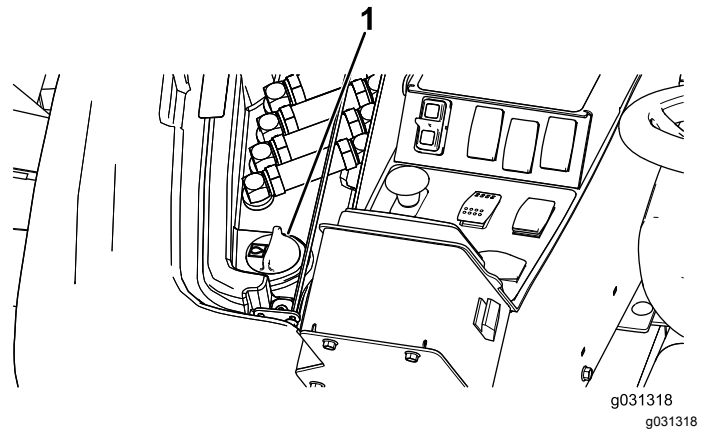

Bild 133
2. Heben Sie rechts an der Maschine die Abdeckung an, um den Hydraulikbehälterdeckel frei zu legen (Bild 133).
3. Reinigen Sie den Bereich um den Füllstutzen und den Deckel des Hydraulikölbehälters (Bild 133).